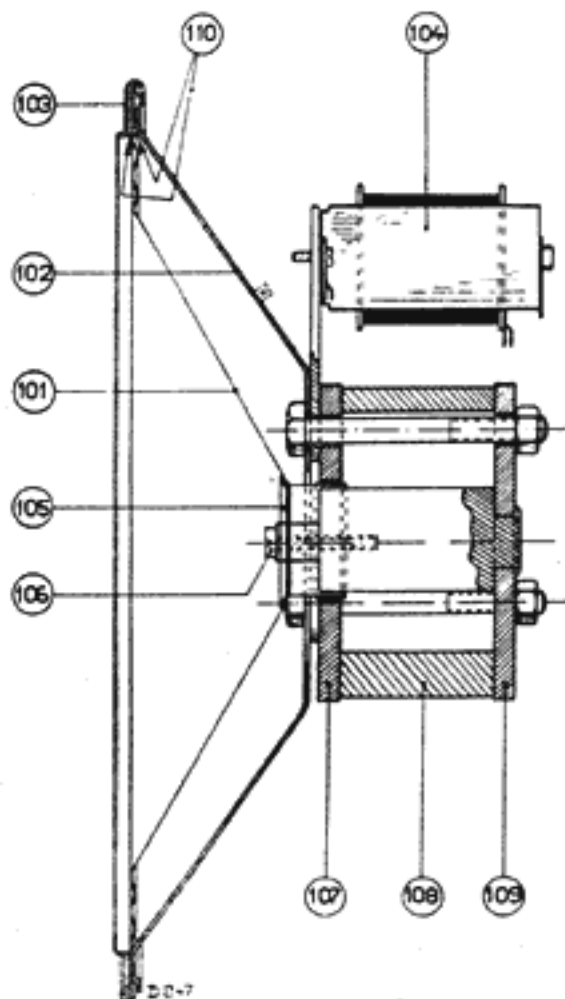

Fig. 6
2. Faire attention à ce que la plaque antérieure et postérieure (fig. 6 rep. 107 et rep. 109) ne soient, en aucun cas, séparées de l'aimant; car alors, celui-ci (de même que si la réparation se faisait sur une plaque de fer) s'affaiblirait.